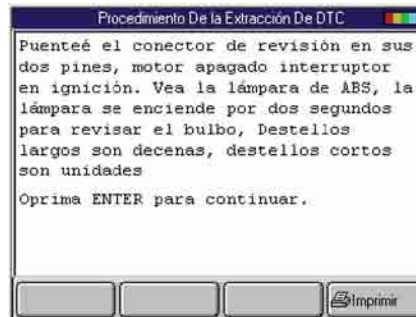

Figura 6.25: Pantalla de Procedimiento de la Extracción de DTC
- 3 Presione la tecla **ENTER**. Esto muestra la pantalla que indica el Procedimiento de la Extracción de DTC (Vea Figura 6.25 en la página 38).